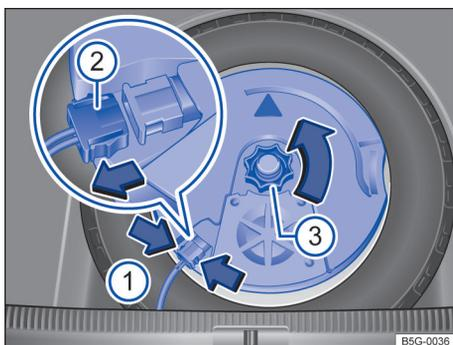

图 217 行李厢内：拆下重低音扬声器
- 用手捏住定位凸缘→图 217（箭头 ①）并压紧到止位，并断开连接插头 ②。
- 拔出连接插头 ②，并将拔出的导线放置一边。
- 将手轮 ③ 沿箭头方向拧出。